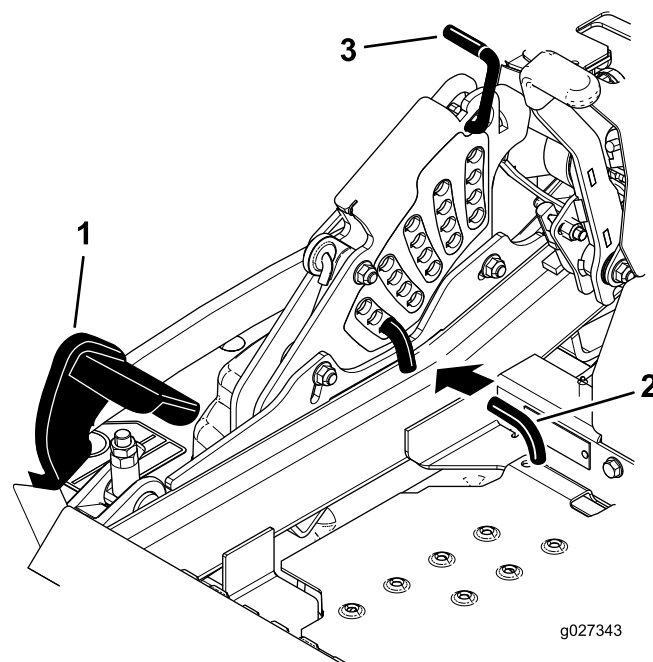

Figure 85
5. Enfoncez la pédale de relevage du tablier de coupe au maximum pour verrouiller le tablier à la position de transport de 14 cm (5,5 po) (Figure 85).